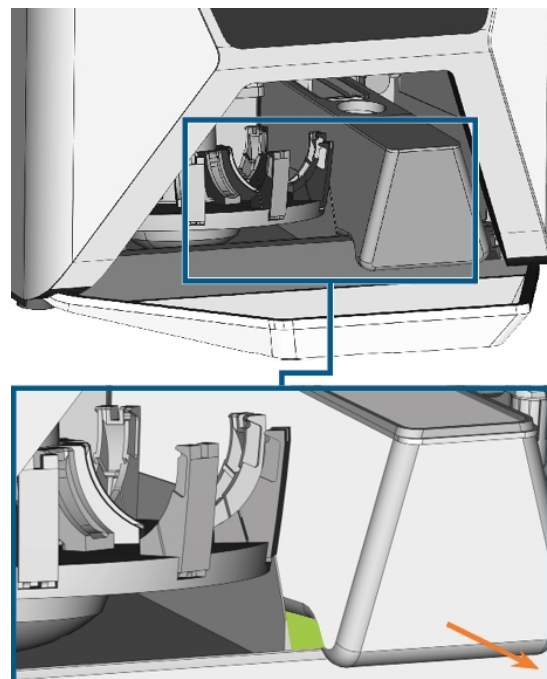

FIG. 37 RETIRER LE RÉSERVOIR DE LIQUIDE DE REFROIDISSEMENT DU COMPARTIMENT MULTIFONCTION ; ATTRAPEZ LE RÉSERVOIR AU NIVEAU DE LA ZONE VERTE
5. Retirez le réservoir de liquide de refroidissement du compartiment dans la direction indiquée par la flèche (☞ Fig. 37 en dessous).